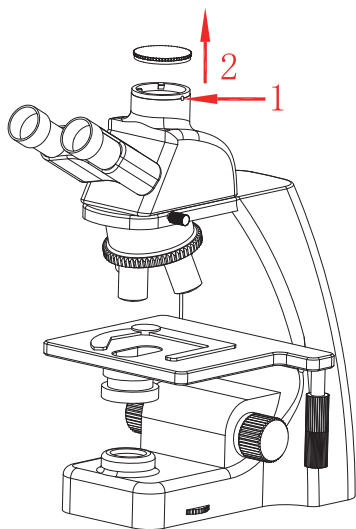

图1
- (1) 取出显微镜燕尾槽（或标准C接口）的防尘盖如图1。